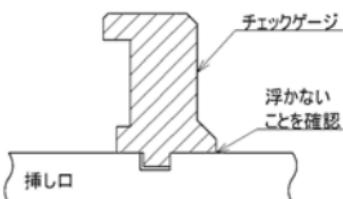

図73 溝深さの確認
- (5) 加工完了後、所定の寸法になっていることをGX形専用のチェックゲージを用いて下記の方法で確認する。
- ① チェックゲージを加工後の溝に入れて、挿し口全周にわたって浮かないことを確認する(図73)。チェックゲージが浮く場合、溝が浅いので再度溝切加工を行う。